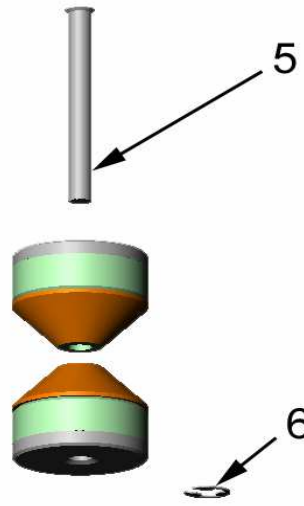

Figure 9
2.7 Insérez la cartouche de la charge relais (élément n° 5) dans le trou des cartouches de l'outil de coupe jusqu'à ce que l'extrémité évasée se loge sur une cartouche (voir Figure 9).